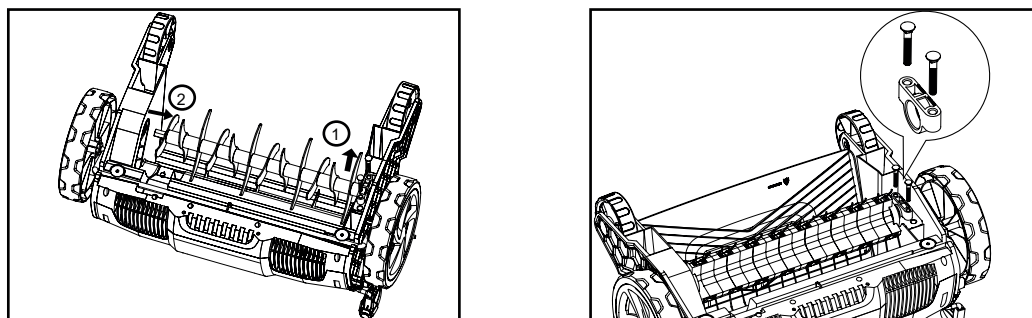

Рис. 16
5. Установите новое режущее устройство (рис.16).
ПРИМЕЧАНИЕ: Установите грабли в соответствии с правильным направлением (рис.16).